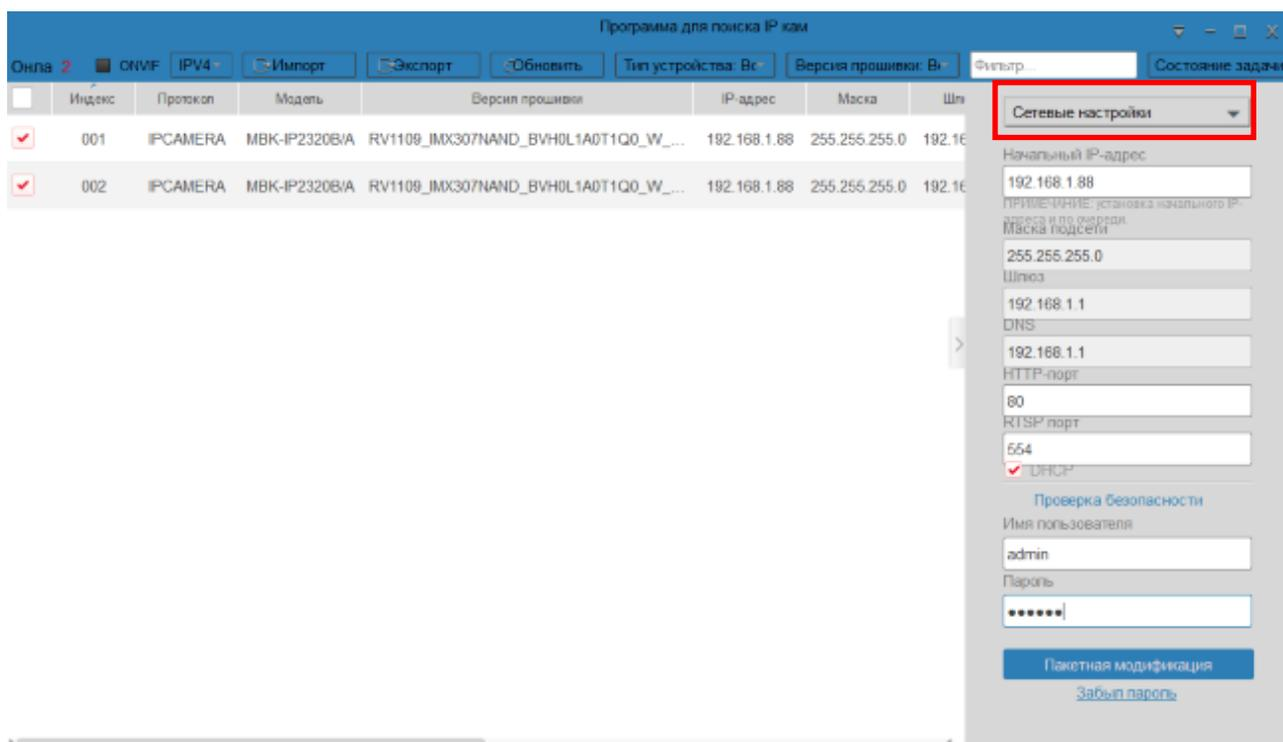

Рисунок 4
2.15. Нажать на строку «Сетевые настройки» (рисунок 4). В появившемся списке нажать на строку «Обновление».